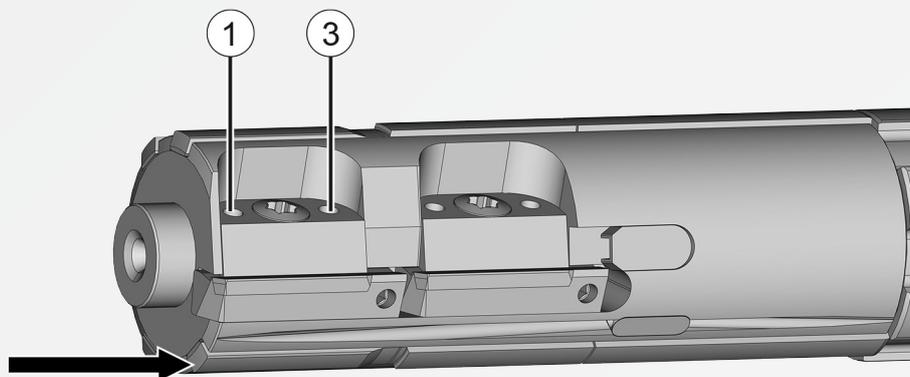

Abb. 8: Seitenansicht Referenzleiste
- Fahren Sie mit den beiden Messtastern an die Referenzleiste. Die Referenzleiste ist die erste Führungsleiste nach der Schneide in Drehrichtung (siehe Pfeil Abbildung 8). Geben Sie die Messtaster spezifische Vorspannung auf die Referenzleiste und nullen dann die beiden Messtaster.